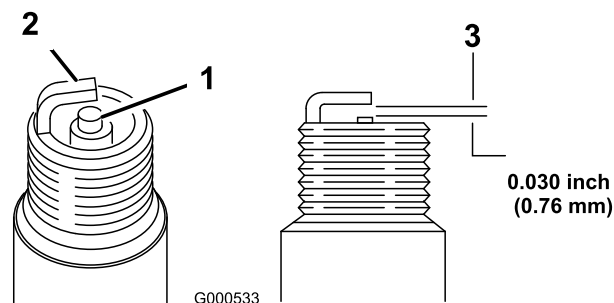

Figura 35
1. Controllate la candela (Figura 35).
2. Controllate la distanza tra gli elettrodi centrale e laterale (Figura 35).